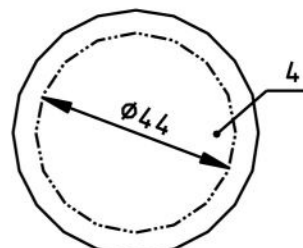

Рисунок 6
4.4.3.5 Один фильтр 4 обрежьте по диаметру 44 мм (см. рисунок 6, страница 8). Смоченный минеральным маслом, фильтр, отжать между двумя чистыми фильтрами.